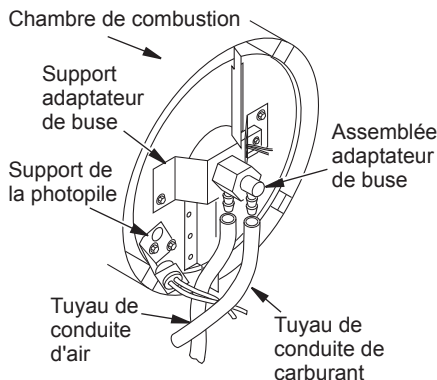

Figure 17 - Retrait de l'air et les tuyaux souples de carburant
3. Retirez les tuyaux de carburant et la conduite d'air de gicleur (voir figure 17).